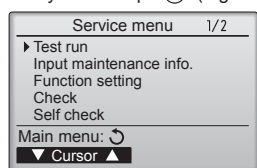

Fig. 6-3
③ Välj "Test run" (Testkörning) med [F1] eller [F2] och tryck sedan på ✓. (Fig. 6-3)